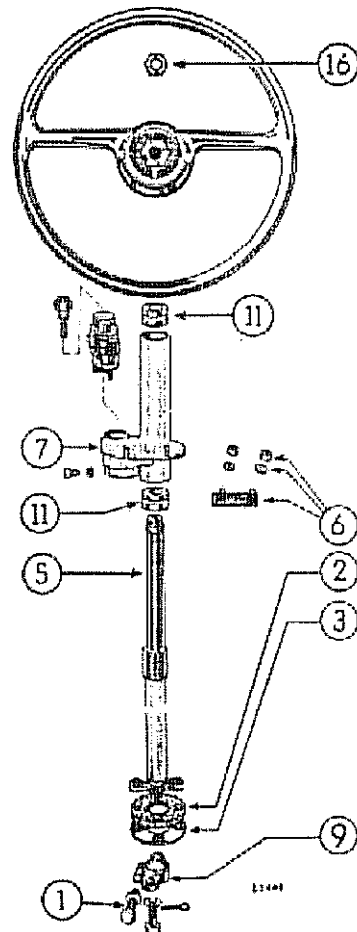

Fig. 316
Retirar la chapa de seguro de las tuercas del soporte de dirección con un destornillador, sacar las tuercas (6) de sujeción del soporte (7), colocar el aparato "antirrobo" en la posición "GARAGE" y levantar el soporte cuidadosamente hacia arriba para sacarlo del árbol de mando (5) y de los cables de los interruptores (Fig. 316). El soporte sale con sus dos bujes de centrado (11) colocados en su interior.
- 5) Retirar el eje de mando (5). Para ello, levantar las alfombras de goma y de fieltro del piso, previo desmontaje de los tornillos de sujeción de las mismas y sacar la arandela de sellado entre el eje y el piso de la carrocería. Por último retirar el árbol de mando (5), por el interior del vehículo, con la precaución de facilitar el paso de la brida por la abertura del piso dispuesta a tal fin.